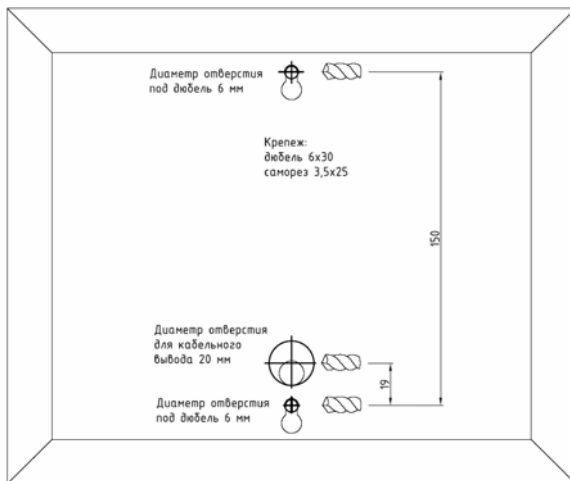

Рисунок 6 – Крепление МИ-50 (установочные размеры)
- разметить отверстия на стене в соответствии с шаблоном из комплекта поставки (рисунок 6);
- вернуть самонарезающие винты из комплекта поставки (см. рисунок 6);